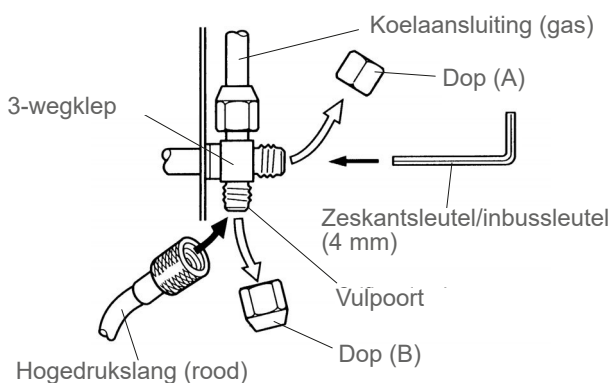

fig. 42 - De slang aansluiten op de gasaansluiting
- Verwijder de beschermdop (B) uit de vulpoort (Schrader) van de gasklep (grote diameter).
- Sluit de hogedrukslang van de Manifold aan op de vulpoort (fig. 42).